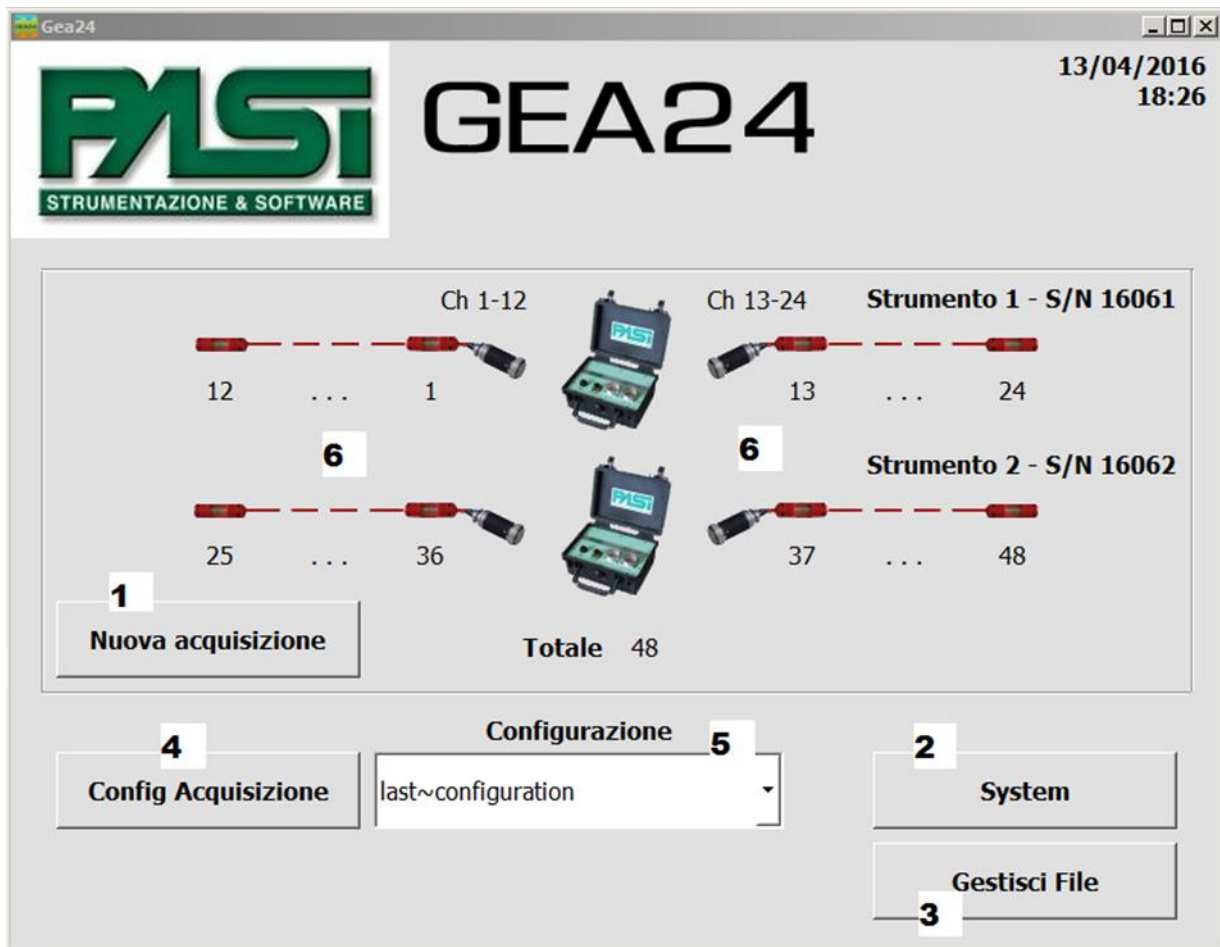

FIGURA 3 - HOMEPAGE DI GEA24 CON 2 STRUMENTI COLLEGATI
La pagina principale (Figura 3) è la pagina iniziale del programma GEA24, riportata in figura 3 e a cui si riferiscono i numeri dei punti sottostanti, che permette di comandare tutte le operazioni di:
Nel caso venissero connessi due strumenti GEA24 (come mostrato in figura 3) verranno mostrati due immagini di strumento sulla GUI con i due numeri seriali. Verrà considerato come strumento 1 quello con il numero seriale più basso, e come strumento 2 quello con il numero seriale più alto.
Tramite il menu a tendina (5) di figura 3 l'operatore può selezionare il template presente sul sistema da utilizzare per la configurazione dell'acquisizione.
Per aprire la finestra di Configurazione del sistema premere il tasto System (2) in figura 3.
Per aprire la finestra di Configurazione dell'acquisizione premere il tasto "Config acquisizione" dall'homepage (Tasto 4, Figura 3).
- visualizzare i parametri di configurazione memorizzati nel template selezionato nel menu a tendina (numero 5 in Figura 3) nel momento in cui viene premuto il tasto "Config acquisizione";